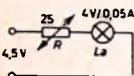

Bild 65. Steuerung der Helligkeit einer Glühlampe durch Halbleiter
- 143** Recht anschaulich ist auch der Versuch nach Bild 65. Hier ist an Stelle des Meßinstruments ein Lämpchen  $L_a$  eingeschaltet. Erhitzen wir den Halbleiter  $R$  von außen nach dem Einschalten der Spannung, so leuchtet das Lämpchen, weil sich der Widerstand verkleinert. Das über die Abkühlung bei Bild 64 Gesagte gilt natürlich auch hier. Grundsätzlich wäre es auch möglich, die Erkenntnisse des Versuchs 141 auf die Schaltung nach Bild 65 zu übertragen. Dieser Versuch lieferte eine optische Selbst-
halteinrichtung, da das Lämpchen den Photowiderstand beleuchtete und dessen Widerstand klein genug hielt. An Stelle des Lämpchens im Bild 65 könnte man nun einen Widerstand verwenden, der den Halbleiter umgibt. Eine Initial-Wärmezufuhr sorgt dann dafür, daß der Strom ausreichend hoch und der Widerstandsdrift heiß genug wird. Er führt nun dem Halbleiter dauernd Wärmeenergie zu und hält bei richtiger Bemessung ein Gleichgewicht aufrecht, so daß sich ein Strommaximum bei konstanter Temperatur ergibt. Ein Anblasen mit dem Ventilator kann die Erscheinung wieder rückgängig machen. Übrigens ist natürlich auch bei entsprechender Bemessung ein thermisches Aufschaukeln denkbar, dann nämlich, wenn die dem Halbleiter zugeführte Wärmemenge größer ist als die von diesem abgestrahlte. Dann fließt immer mehr Strom durch den Stromkreis, bis schließlich der Halbleiter oder die Heizwicklung durchbrennt und dadurch der Vorgang beendet wird. Dieser Versuch bildet ein Analogon zum thermischen Aufschaukeln eines Transistors. Wichtig ist übrigens, daß die jeweils zugelassenen Höchst-Verlustleistungen bei den elektronischen Bauteilen eingehalten werden. Sie erfahren sonst unter Umständen dauernde Veränderungen ihrer Eigenschaften und sind dann unbrauchbar.